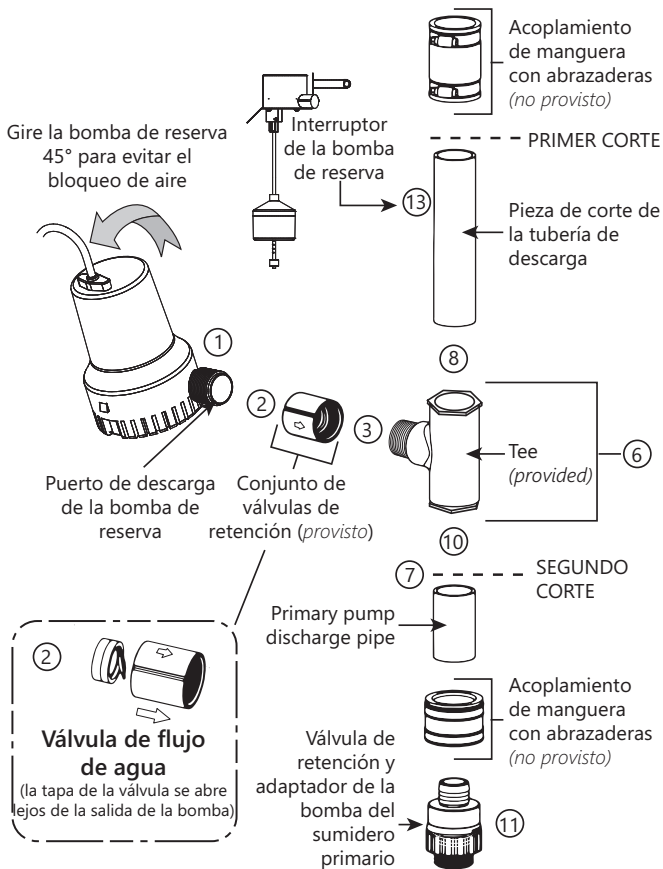

Figura 6. Método de instalación C
1. Aplique (2) vueltas de cinta de sellado de rosca a todas las roscas.
2. Enrosque la válvula de retención en la descarga de la bomba de reserva, asegurándose de que la carcasa de la válvula y la tapa interna de la válvula estén orientadas correctamente. Consulte el recuadro en la Figura 6.